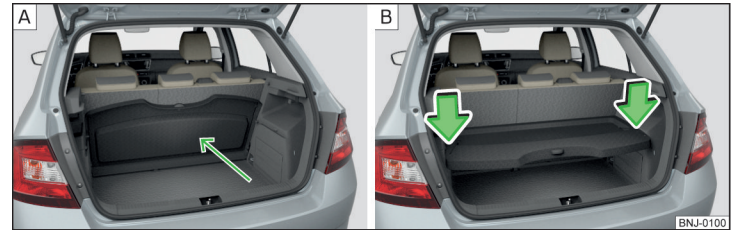

Fig. 101 Masca portbagajului: în spatele banchetei spate/depozitată în poziția inferioară
Dacă se dorește transportarea obiectelor voluminoase, masca se poate scoate din autovehicul și poate fi depozitată în două poziții » fig. 101 la pagina 90.
Capacul portbagajului poate fi depozitat în următoarele poziții » fig. 101
- Apăsăți pe partea superioară a capacului în sensul săgeții » fig. 101 - **B**.